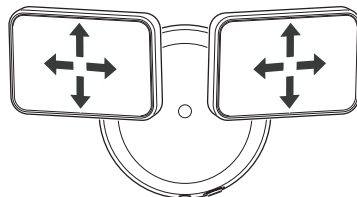

Figure 5
9. Au besoin, agrippez doucement les projecteurs, puis déplacez-les de droite à gauche ou du bas vers le haut pour régler la zone d'éclairage (voir la Figure 5).